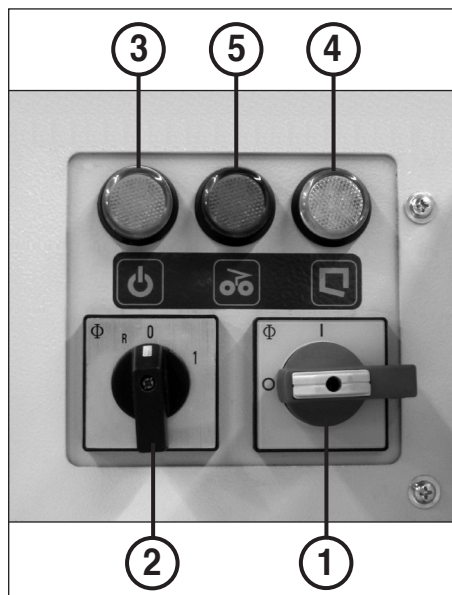

fig. 11
1. El mecanismo de corte se bloquea. La indicación de control (4) (fig. 11) se enciende.
Reparta ahora el material sacado sobre la cinta y continúe el desmenuzamiento con una cantidad más pequeña. Para ello se tiene que desconectar (pos. „0“) primero la máquina mediante el conmutador giratorio (2) (fig. 11) y volverse a conectar de nuevo después (pos. „1“).